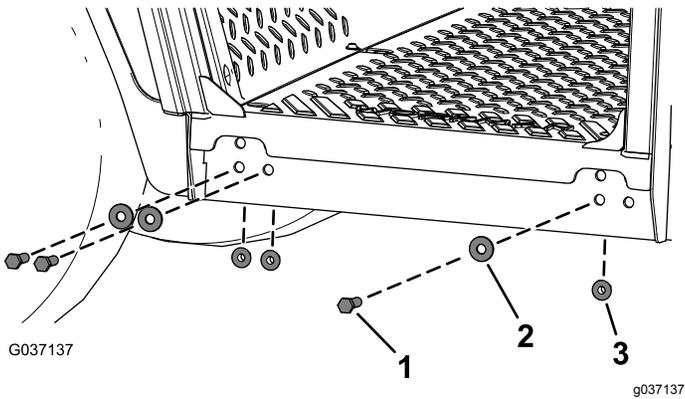

Figura 12
5. Fije los lados del bastidor de la cabina a la máquina con 6 pernos de cabeza hexagonal ($\frac{3}{8}$ " x $1\frac{1}{4}$ "), 6 arandelas ($\frac{3}{8}$ ") y 6 tuercas con arandela prensada ($\frac{3}{8}$ "), tal y como muestra en la Figura 12.